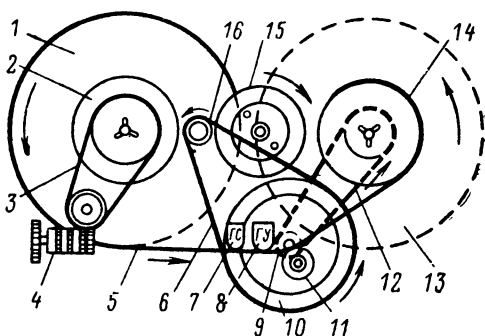

Рис. 32. Кинематическая схема лентопротяжного механизма магнитофона «ТК-19 автоматик».
**Кинематическая** схема лентопротяжного механизма изображена на рис. 32. Движение от шкива насадки 16 электродвигателя переда-